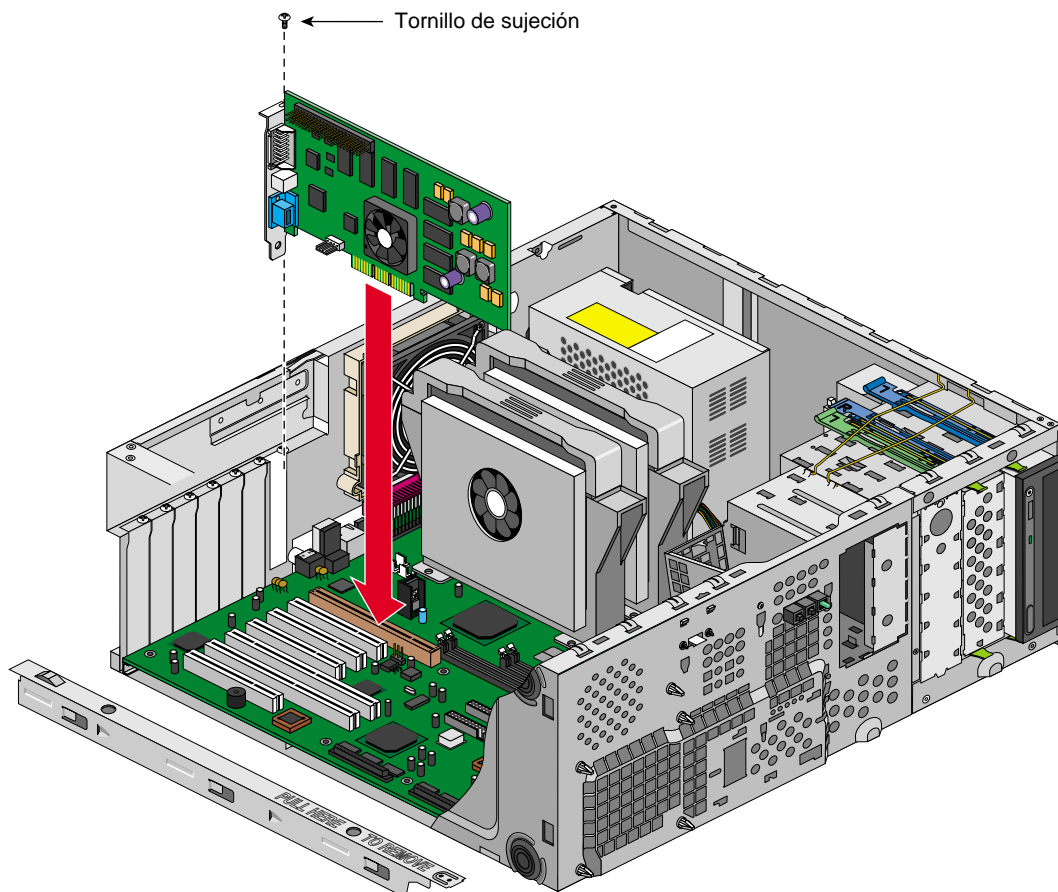

Figura 2-26 Instalación de la tarjeta de expansión
3. Introduzca la tarjeta de expansión en su ranura y presiónela contra el conector hasta que esté bien encajada. En la Figura 2-26 se muestra el procedimiento.
4. Apriete el tornillo de sujeción como se muestra en la Figura 2-26.